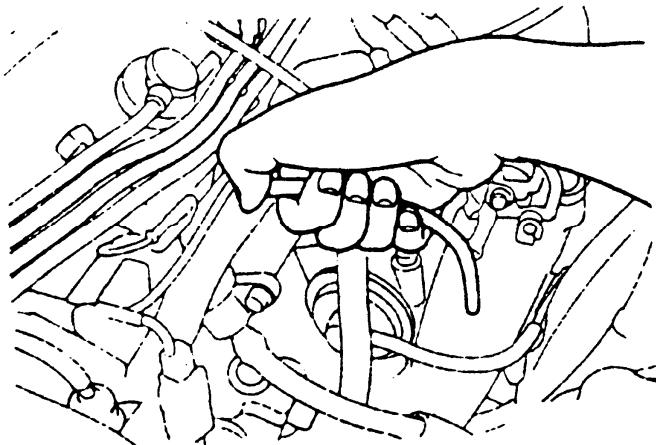

图 3-43 用手指堵住真空软管
- ⑤检查油压表接头以及专用工具接头有无漏油。
- ⑥拆下燃油泵驱动端子的跨接线，让燃油泵停止作用。
- (4) 起动发动机并保持在怠速运转。
- (5) 测量发动机在怠速时的燃油压力。发动机在怠速时的燃油压力标准值为约 265kPa。
- (6) 拆下燃油压力调节器的真空软管，如图 3-43 所示，在软管用手指堵住的情况下测量燃油压力。发动机怠速时燃油压力标准值为 324~343kPa。